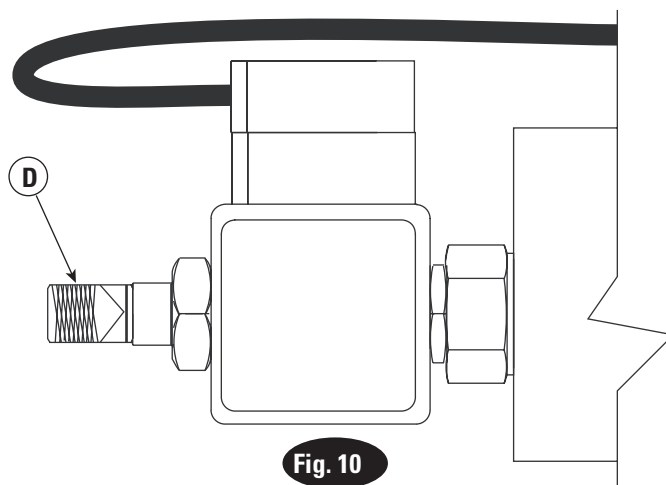

Fig. 10
8. Extraiga la tapa de la válvula de descenso en la unidad de potencia y realice movimientos de torsión y extracción para bajar el elevador, Fig. 10. El elevador descenderá lentamente. Vuelva a colocar la tapa de la válvula de descenso tras haber bajado el elevador.